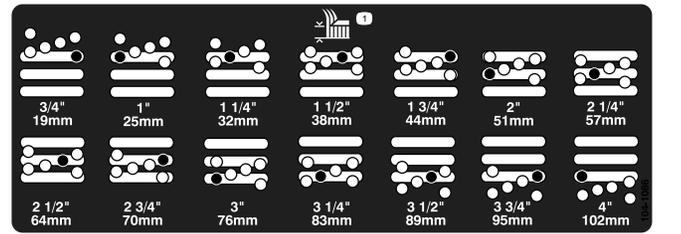

Figura 5
5. Mueva la cámara a la altura deseada e instale el espaciador en el taladro y la ranura de altura de corte deseados (Figura 5)